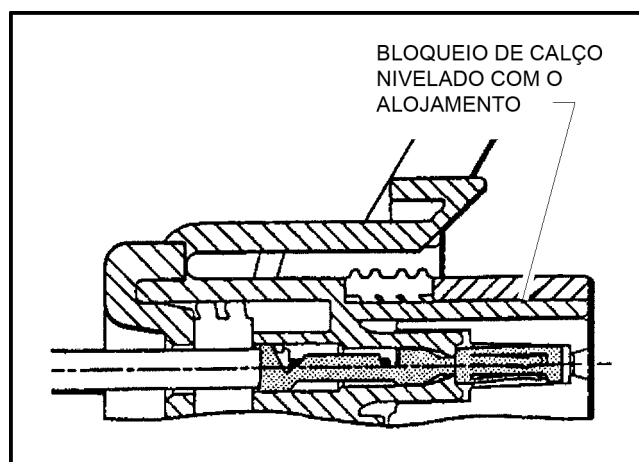

Figura 7-9. Montagem do conector (4 de 4)
4. Deslize o bloqueio de calço para dentro do alojamento até que fique nivelado com o alojamento (veja a Figura 7-9. Montagem do conector (4 de 4)).